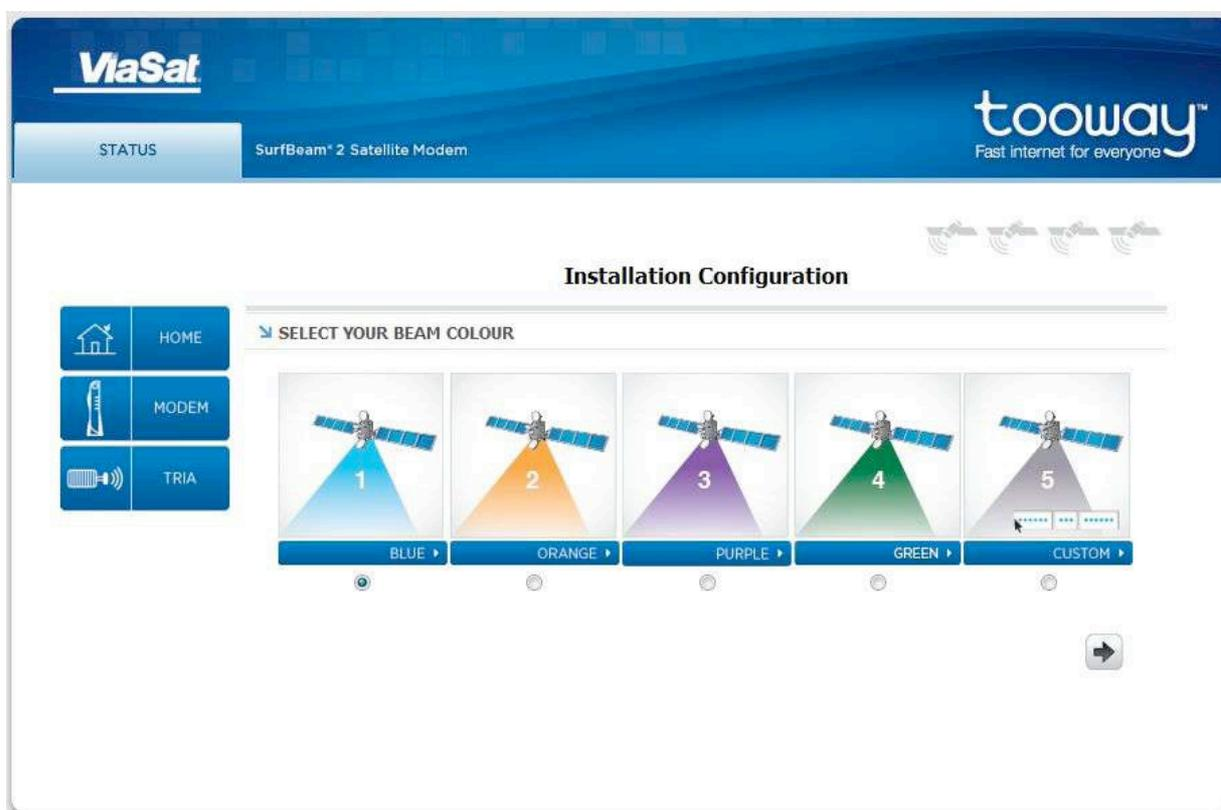

Fig.4-9 - Schermata inserimento spot
- Nella PAGINA 1 (Fig.4-9) selezionare lo spot corretto come da parametri rilevati con Ka-Sat Finder (Fig.4-7)